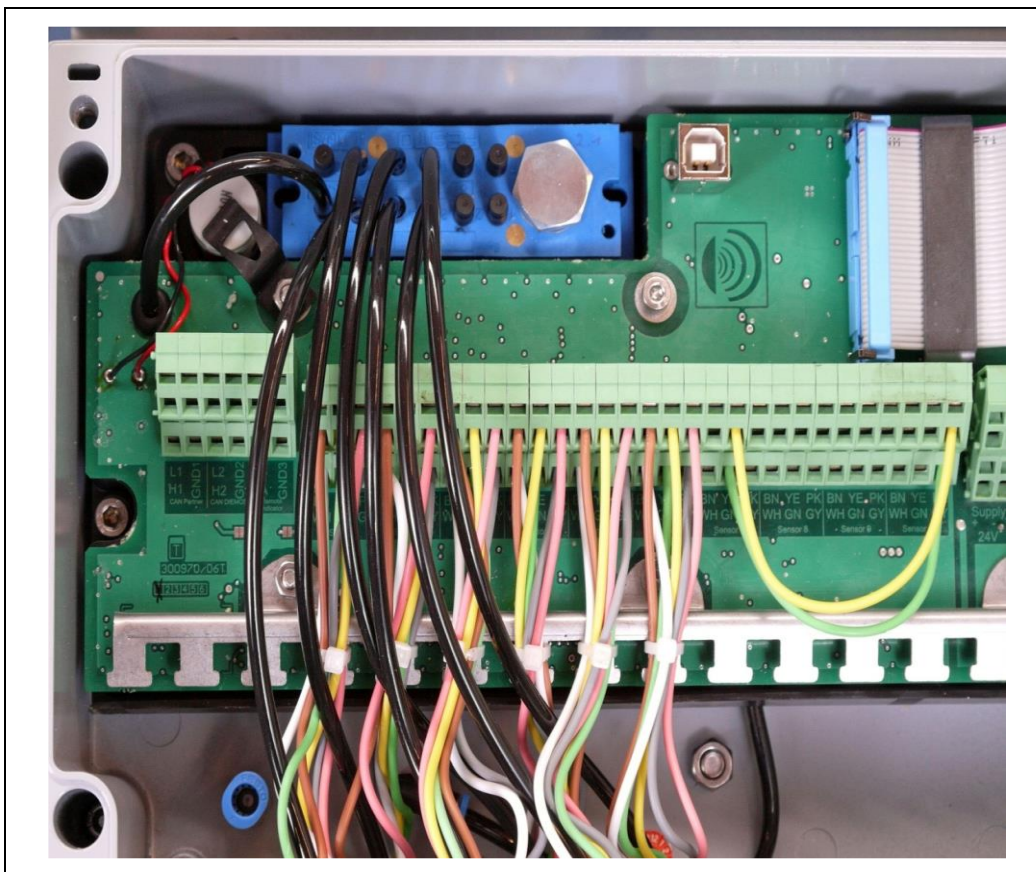

Fig.: 9 : Montaje e instalación finalizados (ejemplo con 6 mangueras híbridas)
- La manguera neumática [③] no se debe fijar con sujetacables u objetos similares en la chapa de sujeción de sujetacables. (Fig. 9)
- ▶ Las mangueras neumáticas se instalarán correctamente conforme a las especificaciones del fabricante, como se muestra en la fig. 9.